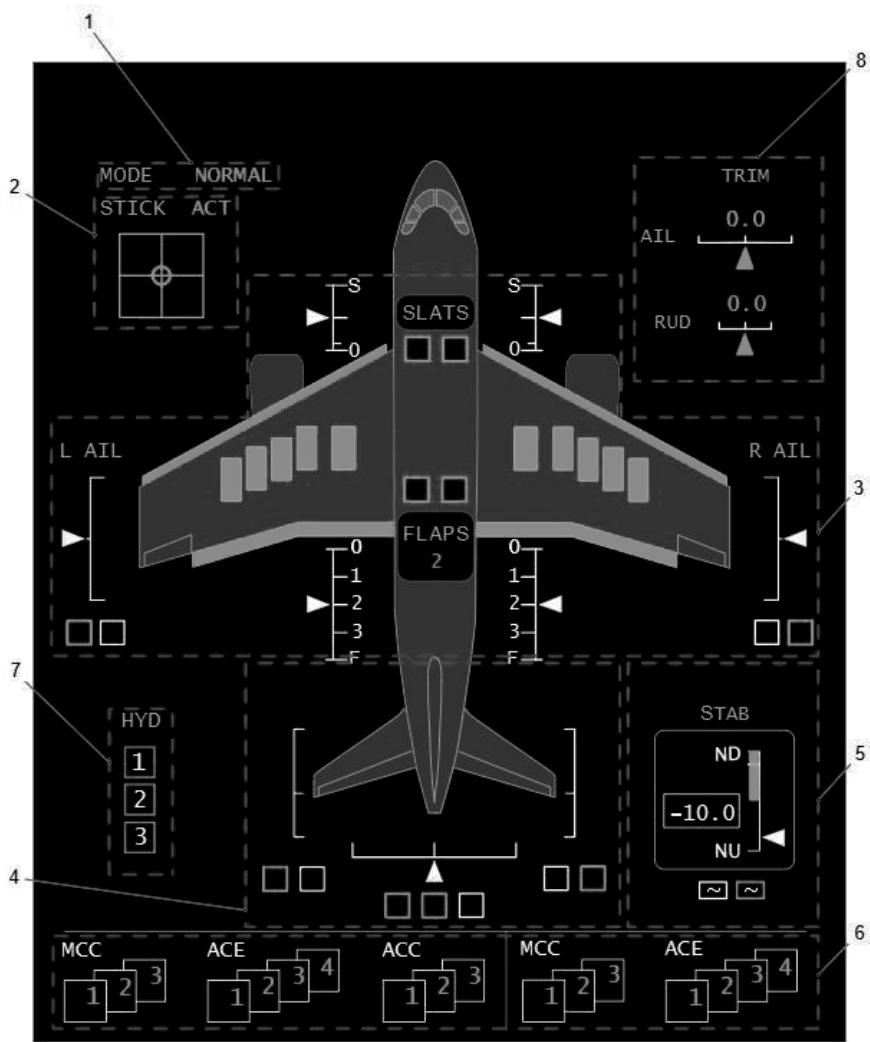

Рисунок 11. Синоптическая страница FCS
Индикация КСУ на синоптической странице FCS приведена на рис. 11.
Условные обозначения к рис. 11 представлены в табл.8.
Таблица 8. Условные обозначения к рис. 11:
- режим КСУ [1] Рис. 11,
- состояние и положение УБРУ [2] Рис. 11,
- состояние и положение механизации крыла, интерцепторов, воздушных тормозов и элеронов [3] Рис. 11,
- состояние и положение стабилизатора [5] Рис. 11,
- состояние вычислителей [6] Рис. 11,
- состояние гидросистем [7] Рис. 11,
- состояние элеронов и руля направления при триммировании [8] Рис. 11.